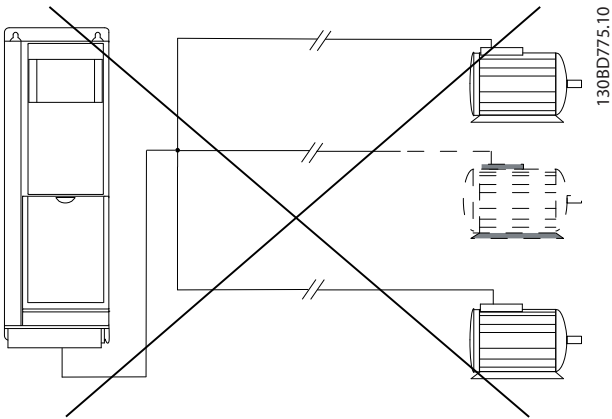

Abbildung 3.12 Gemeinsame Anschlussverbindung bei langen Kabeln
- Verwenden Sie bei langen Kabeln keine gemeinsame Anschlussverbindung, siehe *Abbildung 3.12*.